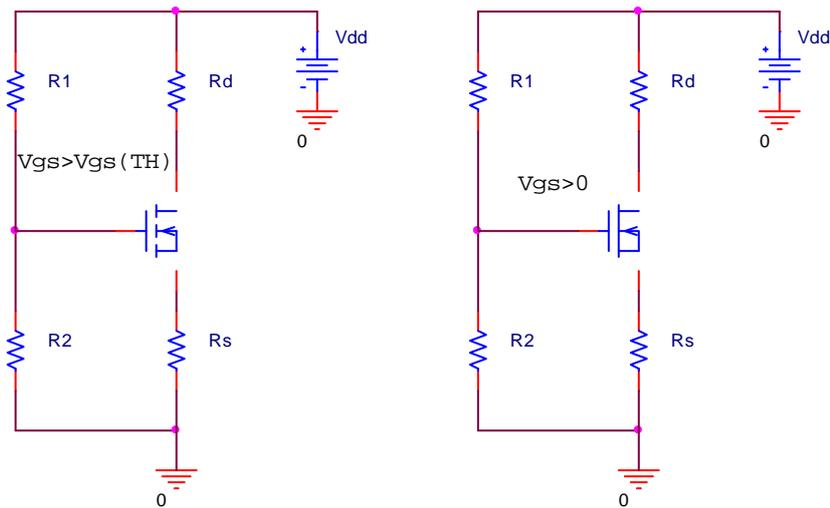

fig. 39
- la rete VDB in cui il partitore è progettato in modo che sia $V_{gs} > 0$ nel DMOS e $V_{gs} > V_{gs(TH)}$ nel MOS ad arricchimento; in fig. 39 troviamo la rete VDB di un NE-MOS e di un ND-MOS